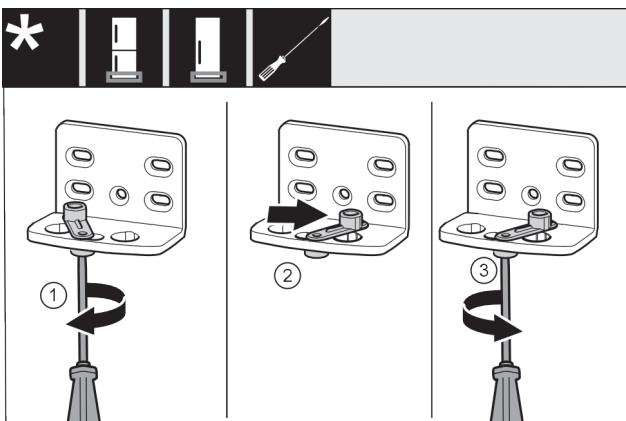

Fig. 13
- Allentare leggermente la vite Fig. 13 (1) con un cacciavite.
- Sollevare l'ausilio di chiusura della porta Fig. 13 (2) e ruotarlo nel foro di 90° a destra.
- Stringere la vite Fig. 13 (3) con un cacciavite.